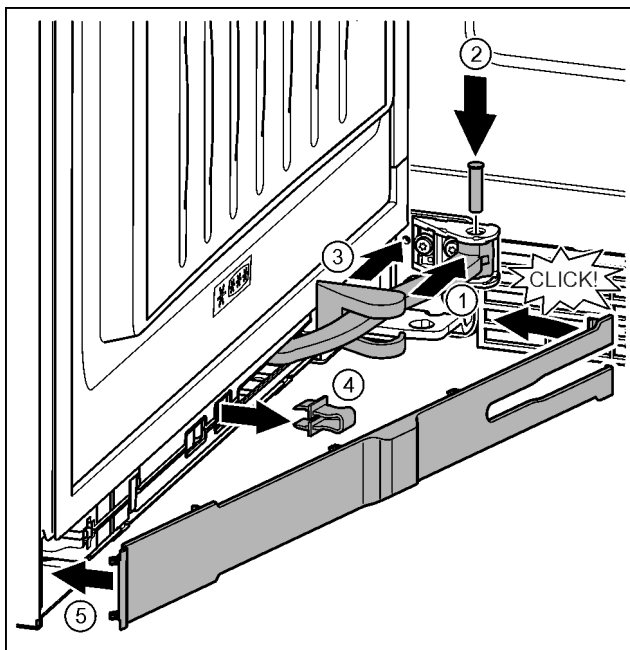

Fig. 45
- ▶ Повернуть шарнир в навеске. Fig. 45 (1)
- ▶ С помощью отвертки T15 вставить палец в навеску и шарнир. При этом следить за тем, чтобы выступ фиксатора занимал правильное положение в пазу. Fig. 45 (2)
- ▶ Переместить крышку опорного кронштейна вдоль шарнира и установить над навеской. Fig. 45 (3)
- ▶ Снять предохранитель. Fig. 45 (4)
- ▶ Установить накладку со стороны ручки и повернуть. Fig. 45 (5)